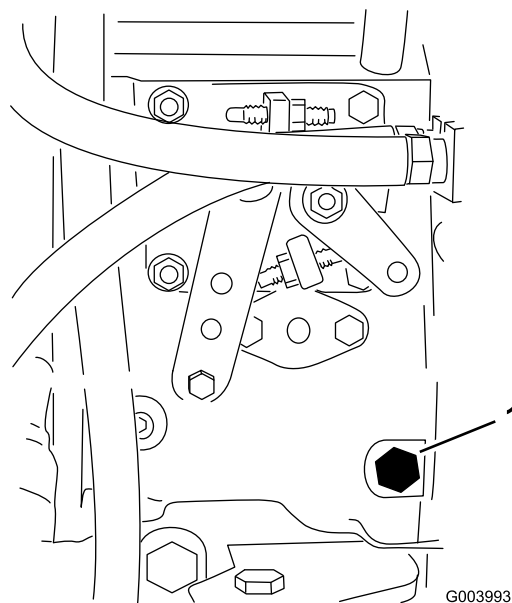

Figura 35
3. Desaperte o parafuso de purga que se encontra na bomba de injeção de combustível (Figura 35) com uma chave de 12 mm.